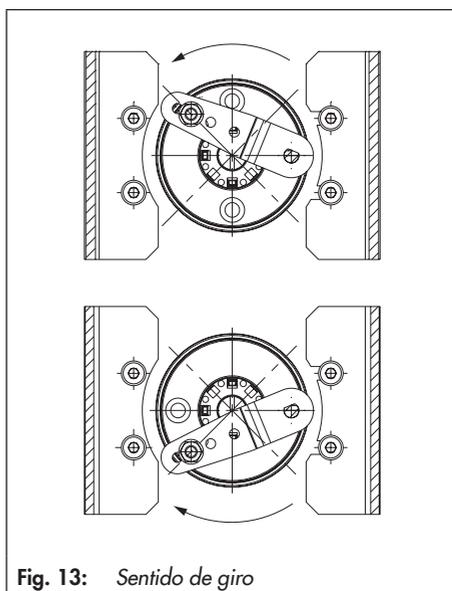

Fig. 13: Sentido de giro
- ➔ Para el montaje en el accionamiento rotativo SAMSON Tipo 3278 (160 cm²) o VETEC Tipo S160 primero es necesario montar un adaptador (13) con cuatro tornillos (10.1) en el extremo libre del vástago del accionamiento.
1. Colocar el dispositivo de arrastre (3) en la ranura del vástago del accionamiento o del adaptador (13).
2. Colocar la rueda de acoplamiento (4) encima del dispositivo de arrastre (3) con la cara lisa del lado del accionamiento. Colocar la rueda de forma que, con posición de válvula cerrada, la ranura coincida con el sentido de giro según la Fig. 13.
3. Atornillar fuertemente la rueda de acoplamiento (4) y el dispositivo de arrastre (3) con el tornillo (4.1) y la arandela de presión (4.2) al vástago del accionamiento.
4. Montar la placa de conexiones (6) o el conector para manómetro (7) con manómetro (8) al posicionador, cuidando que las juntas queden en su lugar.
5. Fijar el soporte de montaje (10) con cuatro tornillos (10.1) al accionamiento.
6. Desatornillar el pin (2) estándar de la palanca M (1) del posicionador. Utilizar